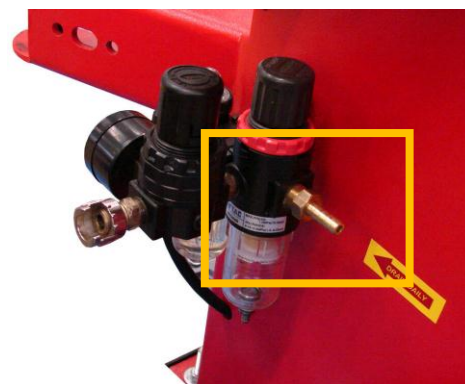

Figura 08
- Conecte a mangueira de ar comprimido ao espigão localizado na entrada do filtro de água (Figura 08).